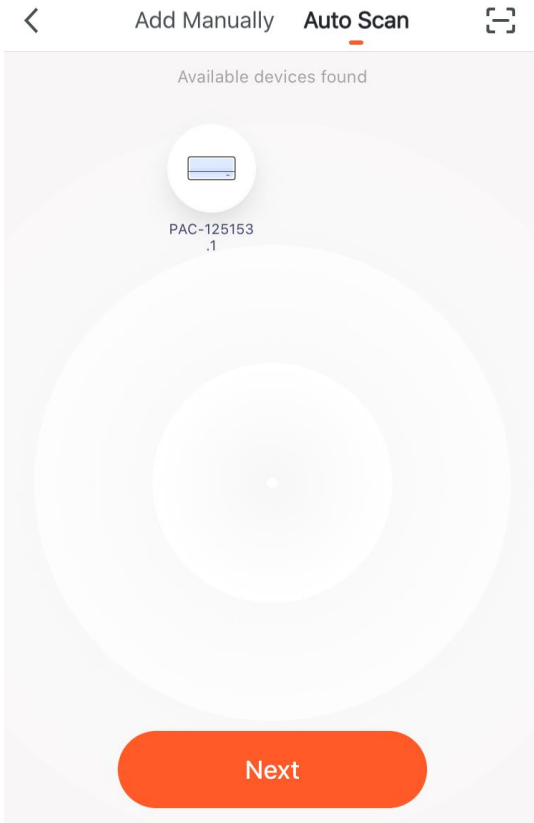

Fig.3
- U kunt de app tevens automatisch laten scannen om uw apparaat toe te voegen (Fig.3). Druk op de tab „Auto Scan“. Uw Wi-Fi-netwerk moet op 2.4GHz zijn ingesteld. Zorg dat het Wi-Fi-controlelampje snel knippert. Als dit niet het geval is, voer de procedure uit die in de vorige sectie is beschreven.